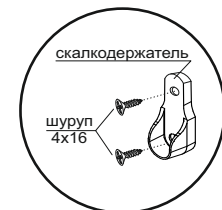

Рис.1
- Прикрутить опоры к крышке (2) используя шурупы 4x16 (рис.1).
- Скрепить боковины (1) и стяжки (3,4) с помощью еврошурупов (рис.1).
- К собранному изделию прикрепить крышки (2) и планки (8) еврошурупами (рис.1).
- Перевернуть собранное изделие лицевой частью вниз, замерить диагонали секции (они должны быть равны: +/- 2мм) и гвоздями 2x20 прибить заднюю стенку, состоящую из двух ДВП (6,5) и соединительной планки (рис.1).
- К створкам (7) монтировать петли шурупами 4x16. Затем навесить створки (7) с петлями на короб шкафа с помощью шурупов 4x16 (рис.1).
- Шурупами 4x25 прикрутить ручки к створкам (7) (рис.1).
- К боковинам (1) монтировать скалкодержатели по наметкам шурупами 4x16 и установить мебельную скалку (рис.1).
- Прикрепить изделие к стене с помощью дюбель-винтов через стяжку (4).**